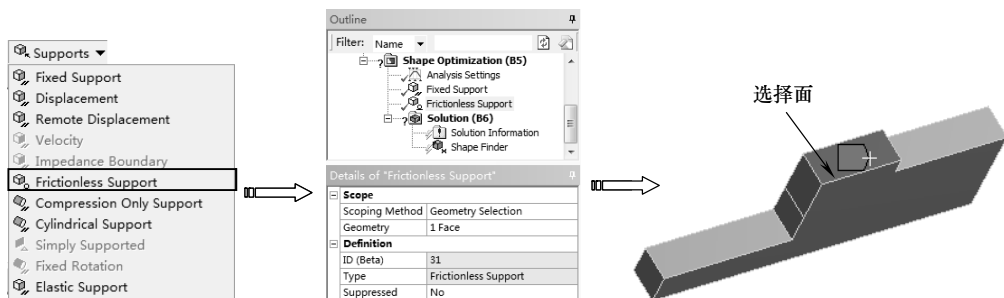

图 12-12 施加无摩擦约束
3) 单击【Environment】工具栏上的【Supports】|【Frictionless Support】命令，单击【图形】工具栏上的选择模式下的【Single Select (单选)】按钮 ，然后再单击【Face (选择面)】按钮 ，在【Details of “Frictionless Support”】列表中单击【Scope】选项下的【Scoping Method】项，选择下端面，单击【Geometry】项中的【Apply】按钮完成，如图 12-12 所示。